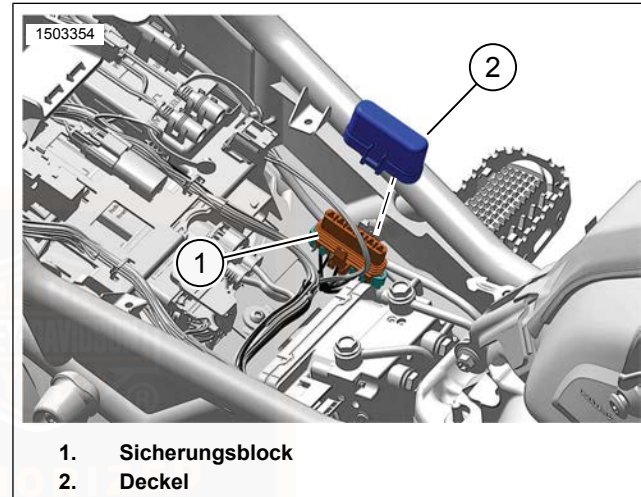

Abbildung 85. Sicherungsblock – Lage
Siehe Abbildung 85. Der Sicherungsblock (1) befindet sich unter dem Fahrersitz.
1. Siehe Abbildung 85. Die Sicherungsblockabdeckung (2) anbringen.
- a. Sicherstellen, dass die Zungen im Sicherungsblock (1) einrasten.